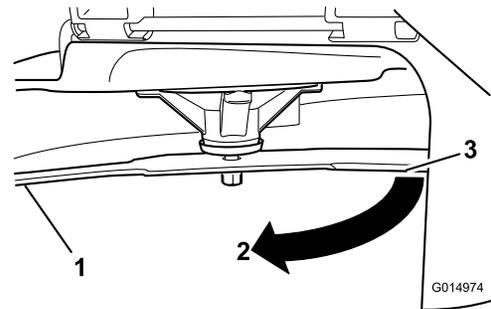

Bild 66
4. Drehen Sie dasselbe Messer um 180 Grad, sodass die andere Schnittkante jetzt in derselben Stellung ist (**Bild 66**).